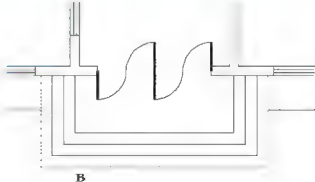

图 2.106 修剪与台阶重合的散水线
(2) 在选择要修剪的对象、或按住Shift键选择要延伸的对象、或[栏选(F)/窗交(C)/投影(P)/边(E)/删除(R)/放弃(U)]:提示下,选择与台阶重合的散水线,结果如图2.106所示。